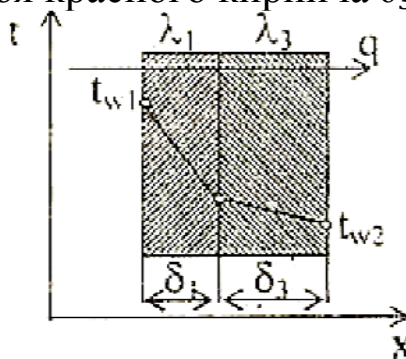

Рис. 5.2. Расчетная схема 2-х слойной плоской стенки
2) Если отказаться от слоя засыпки, то стенка станет 2-х слойной (см. рис.5.2). Обозначения на рисунке оставляем теми же, кроме новой толщины слоя красного кирпича δ_3 .